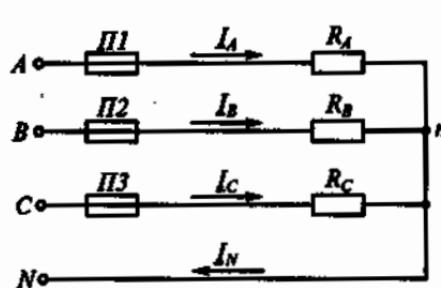

Рис. 128
3.102. Как изменятся токи, если перегорит предохранитель PI на рис. 128 при $R_A = R_B = R_C$?